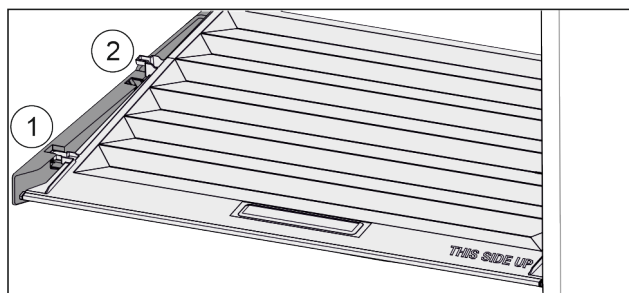

Fig. 54
- ▶ Húzza előre Fig. 54 (1) a fedelet a tartóelemek nyílásáig.
- ▶ Emelje meg hátul alulról, és felfelé vegye ki Fig. 54 (2).